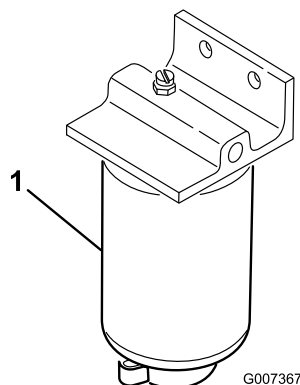

Figura 64
1. Mettete un contenitore pulito sotto la scatola del filtro del carburante (Figura 64).